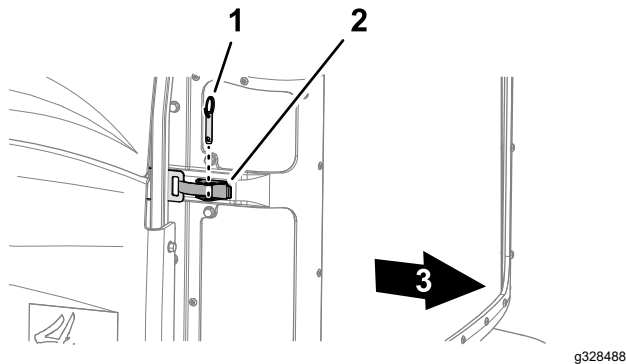

Bild 68
2. Entfernen Sie den Kugelstift von der Gitterverriegelung (Bild 68)